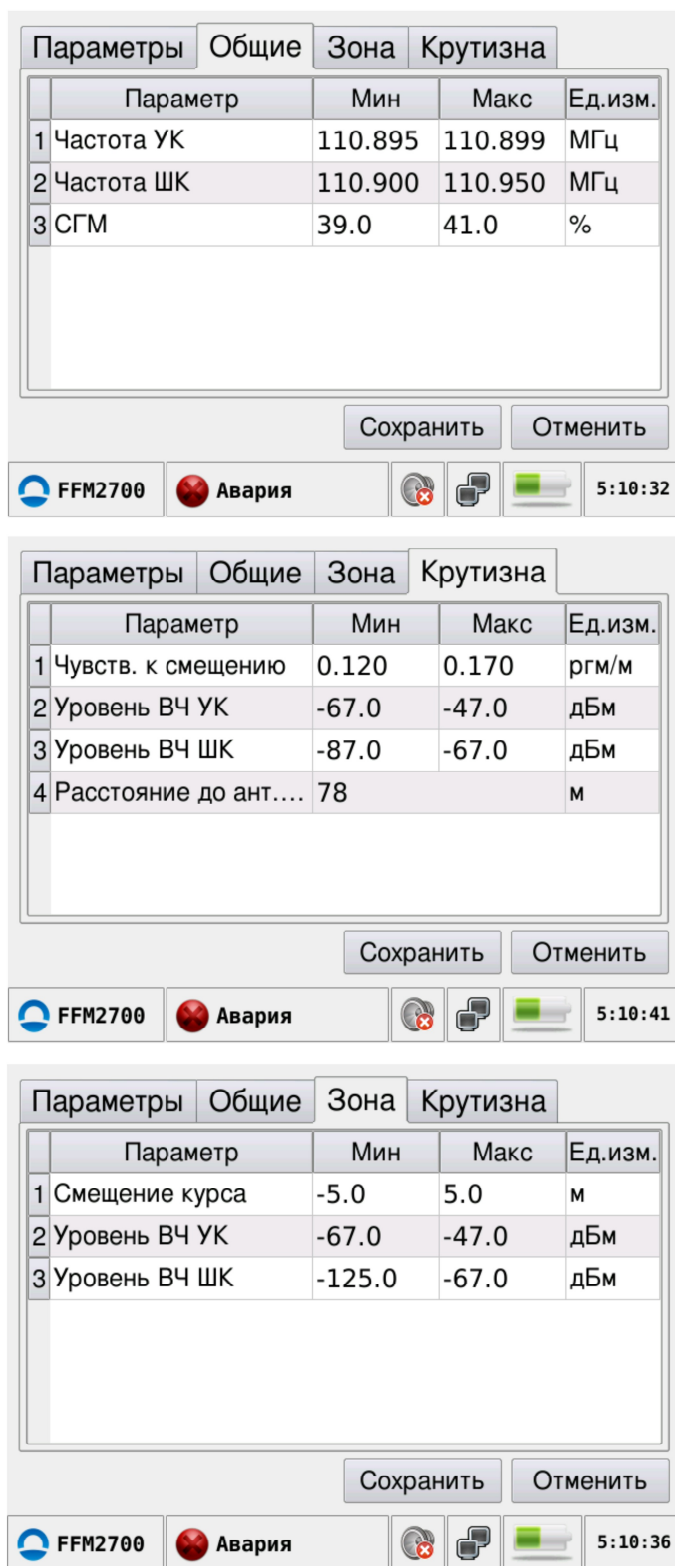

Рисунок 2.6 – Установка допусковых пределов
2.4.4 Для установки допусковых пределов по измеряемым параметрам необходимо сначала выбрать вкладку «Общие», внести необходимые значения, и далее последовательно внести необходимые значения во вкладках «Зона» и «Крутизна» (рисунок 2.6). После всего необходимо нажать на кнопку «Сохранить».